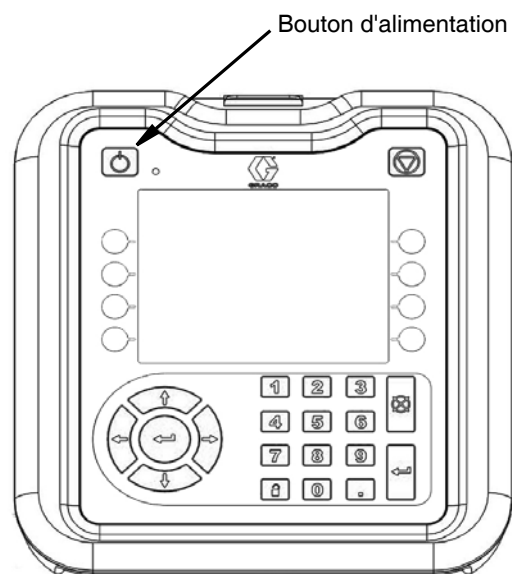

FIG. 24
- Activez le MAÉ en appuyant sur le bouton d'alimentation en haut à gauche. Voir FIG. 24.